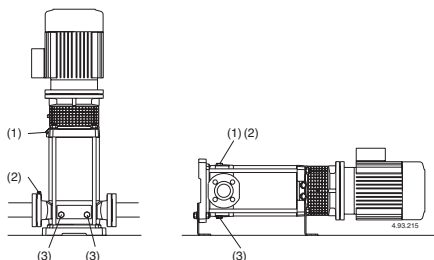

Fig. 4 (1) Llenado y purga
Con la **bomba por encima del nivel de agua** a elevar, (funcionamiento en aspiración, (**Fig. 3A**), o con una carga insuficiente, (inferior a 1 m) para abrir la válvula de retención, llenar el tubo de aspiración y la bomba a través del orificio (1) (**fig. 4**).
(2) Purga aspiración
(3) vaciado
Con el nivel de agua en aspiración por encima de la bomba, (funcionamiento bajo carga, fig. 3B), llenar la bomba abriendo lentamente y completamente la compuerta del tubo de llegada teniendo la compuerta de la impulsión abierta y también los agujeros de purga (1), (2) (fig. 4) para hacer salir el aire.
Cerrar los agujeros de purga (1), (2) (fig. 4), para MXV-B, MXV(L) 25-32-40 und MXV(L)4 25-32-40 Atornillar los tornillos tipo pasador (17.17) del tapón de vaciado (14.12) (fig. 4b), y cerre el orificio de purga (14.04).
Si se verifica una pérdida del cebado, (interrupción en el flujo de impulsión, estando las compuertas abiertas), o si se nota una oscilación de la presión indicada en el manómetro, repetir el purgado del lado aspiración (2) verificar que todas las juntas del tubo de aspiración estén perfectamente herméticas y cerrar el tornillo de cebado (2), y los tornillo de vaciado (3) en el lado de aspiración (fig. 4).
Posiblemente, como el caso de empleos temporales con líquidos sucios, hacer funcionar brevemente la bomba con agua limpia para remover los depósitos. O bien, después del vaciado proseguir con un lavado metiendo agua (al menos 40 litros) en el agujero de llenado (1) lado impulsión y dejándola salir por el agujero de vaciado (3) lado aspiración (**fig.4**).
Antes del desmontaje desconectar el cable de la caja bornes, cerrar las válvulas en aspiración e impulsión y vaciar el cuerpo bomba, (fig. 4)